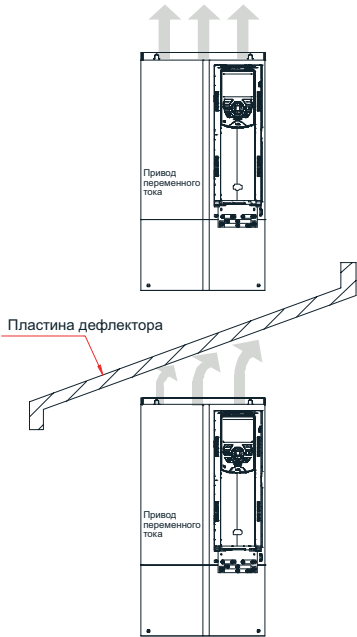

Рис. 2-6 Монтаж приводов переменного тока (конструкции T2 - T9) друг над другом
- ◆ Выполнить монтаж привода переменного тока в вертикальном прямом положении для более эффективного отвода тепла. При установке в шкаф нескольких приводов переменного тока, установить их в параллельной конфигурации. При монтаже приводов переменного тока друг над другом установить направляющую пластину для воздуха, как показано на рис. 2-6.